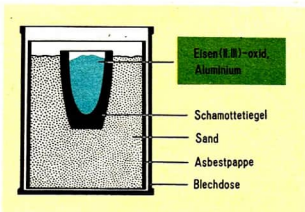

Abb. 57
Vorsicht! Ein kleiner Tiegel aus Schamotte wird in trockenen Sand gedrückt und mit einem Gemisch aus Eisen(II,III)-oxid und Aluminium gefüllt. Mit einem speziellen Zündmittel wird das Gemisch entzündet. Nach Beendigung der Reaktion läßt man den Tiegel abkühlen (Abb. 57). ④ ⑤